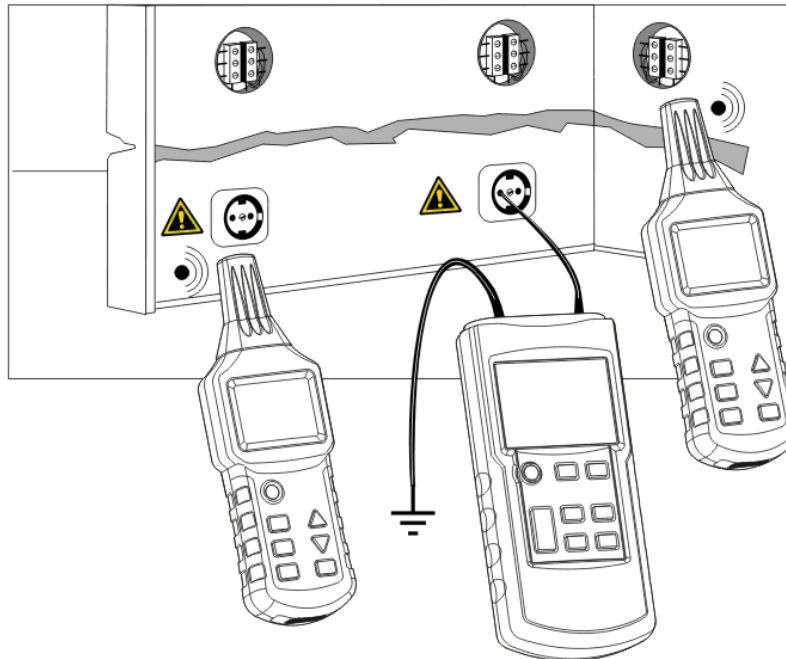

Abb.8
- Schließen Sie den Sender an die Phase und an den Erdungsschutzleiter an (siehe Abb. 8).